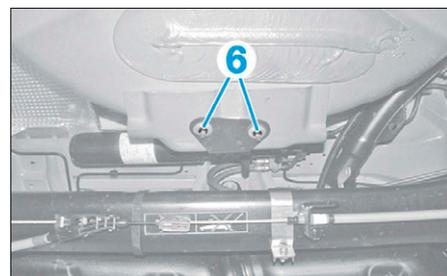
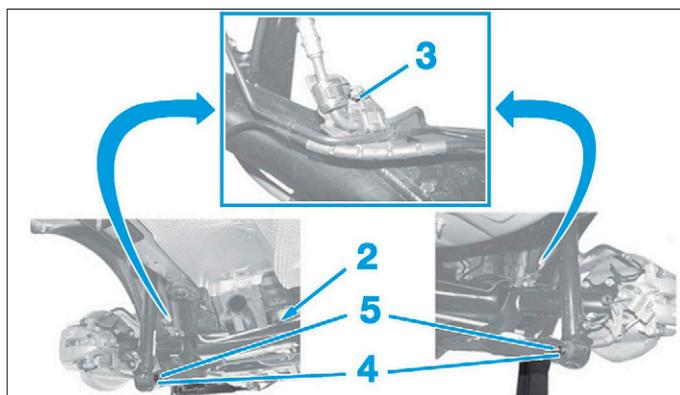

FIG. 53
FIG. 52
- l'écrou (2) (Fig.52),
- Dégraffer la canalisation hydraulique (3)
- les écrous (4),
- les vis (5),
- les écrous (6) (Fig.53),